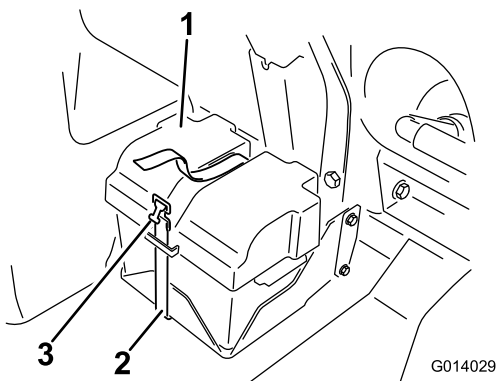
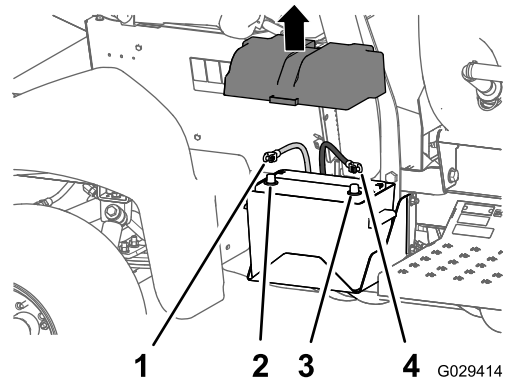

Figura 1
Figura 2
1. Retire la tapa de la batería y desconecte el cable negativo (negro – tierra) del borne de la batería (Figura 1 y Figura 2).
2. Desconecte el cable positivo (rojo) del borne de la batería (Figura 2).